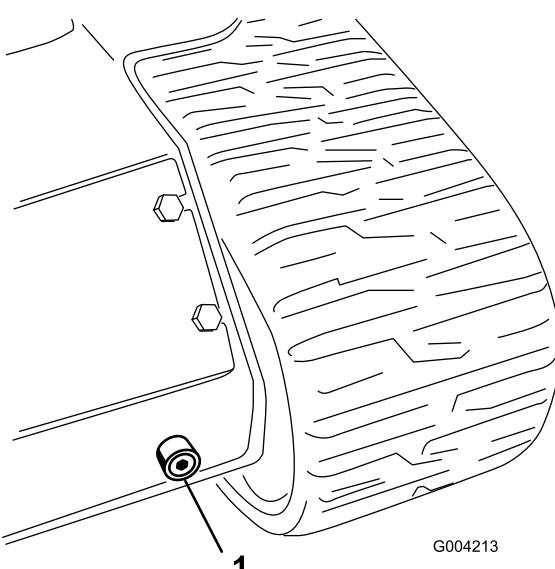

Рисунок 58
6. Разместите большой аренажный поддон (вместимостью 15 галлонов США) под аренажной пробкой в передней части тягового блока (Рисунок 58).
7. Снимите сливную пробку и дайте маслу стечь в поддон (Рисунок 58).